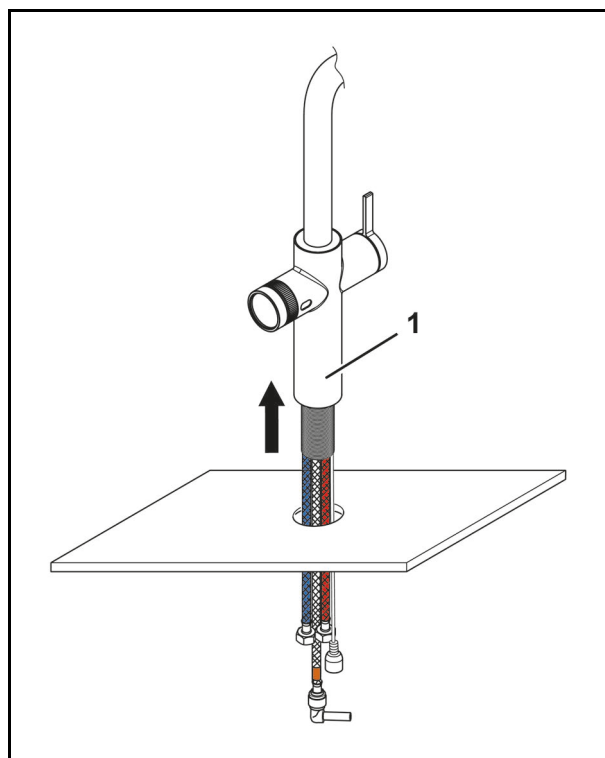

Abb. 20
5. Ziehen Sie die Armatur (Abb. 20/1) und die Leitungen durch die Öffnung nach oben aus dem Unterbau.